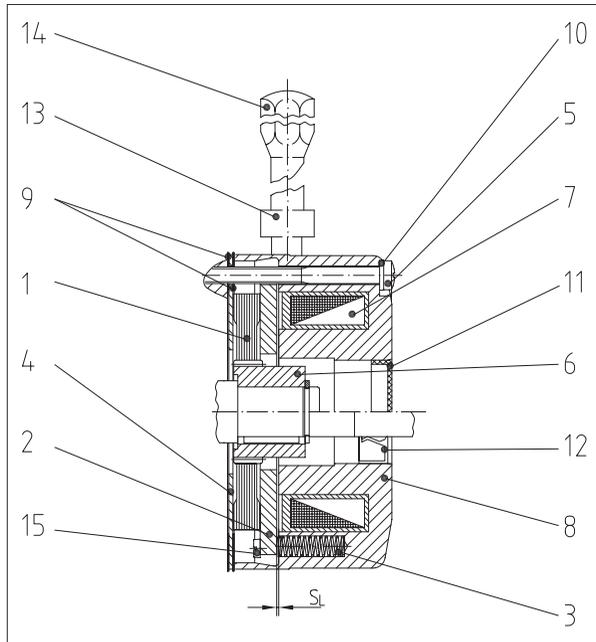

Рис. 1. Пружинный тормоз серии E003B или E004B
3.3 Принцип действия Принцип действия показан на примере рис. 1.
Как правило, пружинный тормоз монтируется на двигателе в готовом к эксплуатации виде. В случае последующего монтажа соблюдайте порядок работ (см. рис. 1):
Порядок работ (см. рис. 1 и 12):
Порядок работ при изменении количества пружин (см. рис. 1):
Порядок работ при проверке степени износа или замене тормозного диска (см. рис. 1):